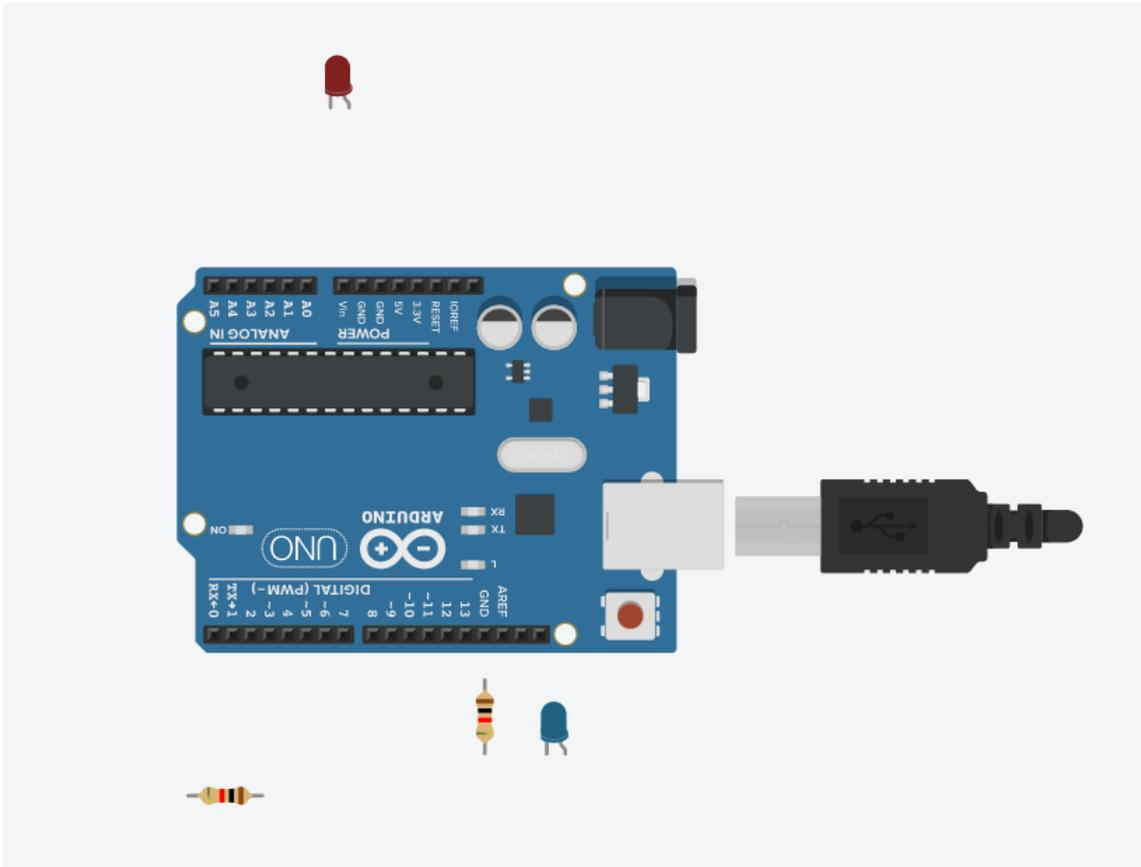

FIGURE 4 – Canevas pour répondre aux questions 6 et 7.
Compléter le schéma de la figure 4 de sorte que la LED bleu s'allume sur un niveau H de la sortie 12 et s'éteigne sur un niveau L de la sortie 12.
7. Compléter le schéma de la figure 4 de sorte que la LED rouge s'allume sur un niveau L de la sortie 10 et s'éteigne sur un niveau H de la sortie 10.